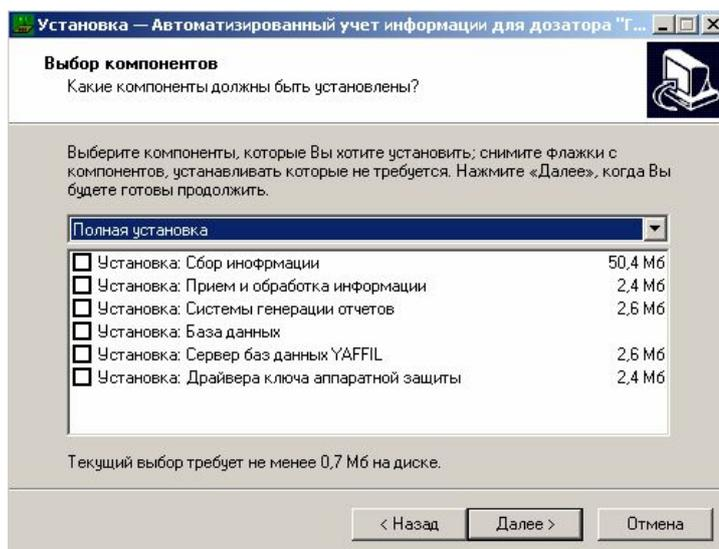

Рис. 3
2.3 Окно установки будет выглядеть следующим образом (рис. 3)